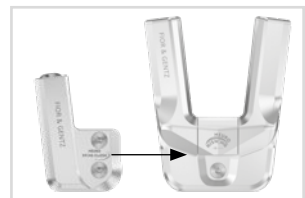

fig. 31
- 4 Montez l'ensemble fonctionnel de l'articulation modulaire souhaitée dans la largeur modulaire appropriée (voir l'exemple fig. 31).